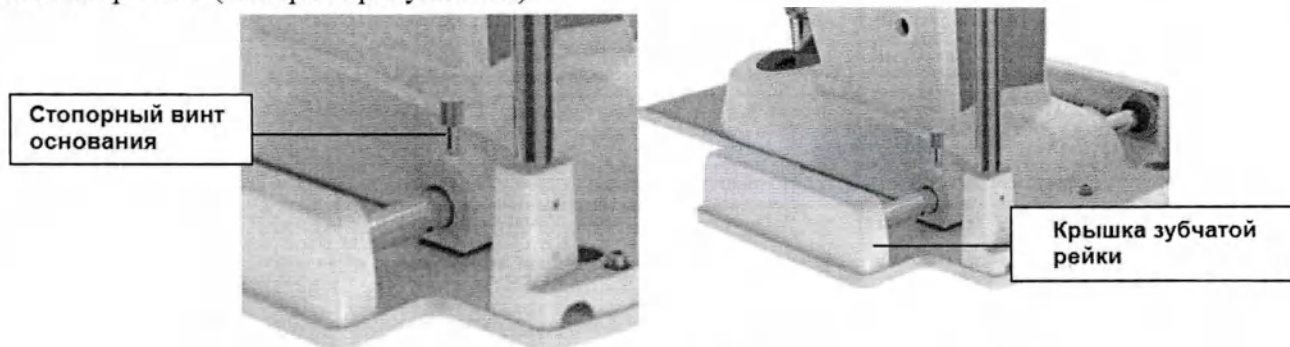

Рис. 6.6 – установка изделия на зубчатые рейки
2) Извлеките основное устройство из коробки и установите его на стол офтальмологический ОТ-36С или на другую горизонтальную поверхность. Установите шестерни устройства с обеих сторон зубчатой рейки. Установите шестерни на одинаковом расстоянии от концов зубчатой рейки. Ослабьте стопорный винт (смотрите рисунок 6.6), установите крышку зубчатой рейки, затем протолкните её в направлении рейки, чтобы шестерни попали в отверстия на конце крышки. Проверьте, что каждая шестерня на обоих концах рейки упирается в конец крышки. Если шестерня не касается конца крышки, снимите крышку и повторно установите её таким образом, чтобы обе шестерни упирались в конец крышки направляющей рейки. Затем аккуратно передвиньте основание вперед и назад, чтобы проверить плавность хода основания по направляющей рейке, и нет ли проблем при перемещении основания. Затем закрутите стопорный винт основания, чтобы его заблокировать (смотрите рисунок 6.6).